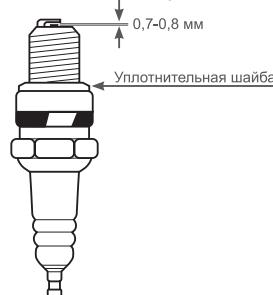

Рис.13 Обслуживание свечи зажигания
- Измерьте зазор между электродами свечи зажигания специальным щупом. Зазор должен быть 0,7-0,8 мм (Рис. 13). При увеличении или уменьшении требуемого зазора, рекомендуется заменить свечу, так как регулировка зазора может привести к изменению качества искрообразования.